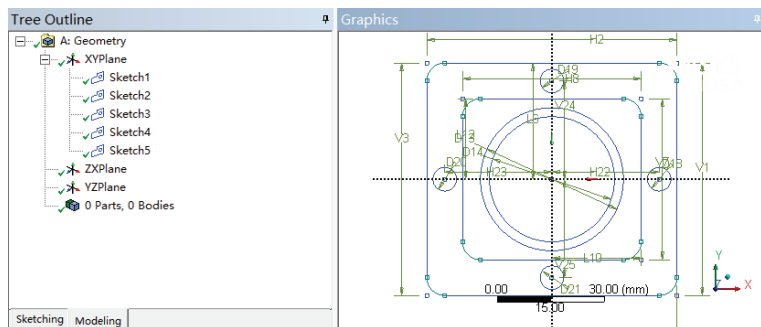

图 3-101 绘制的所有草图
13) 选择 Sketch1~Sketch4 并单击右键，再选择 Show Sketch，得到图形如图 3-101 所示。